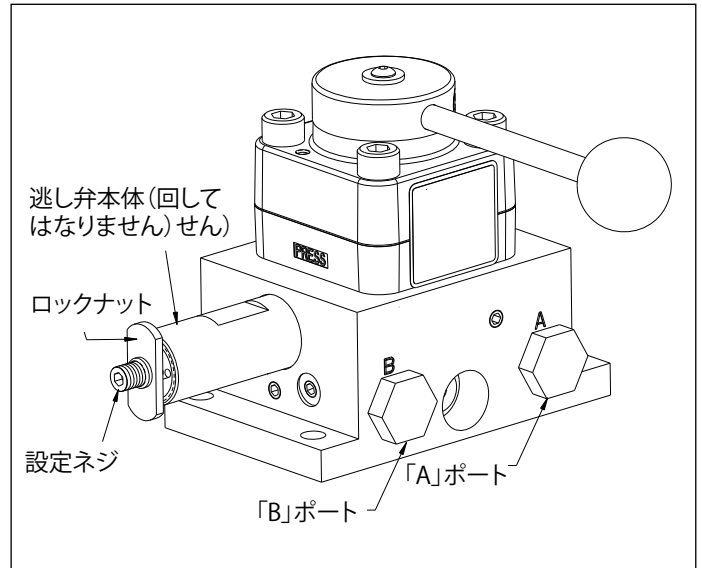

図 13、逃し弁 - VM43-LPS
1. 「A」ポート(図13)に [0-1,035 パール](0-15,000 psi)の圧力計を取り付けます。
2. ブラシキャップラッチ (B) を傾けてゆっくりと外側にはずし、両
方のブラシキャップ (A) を外します (図13参照)。